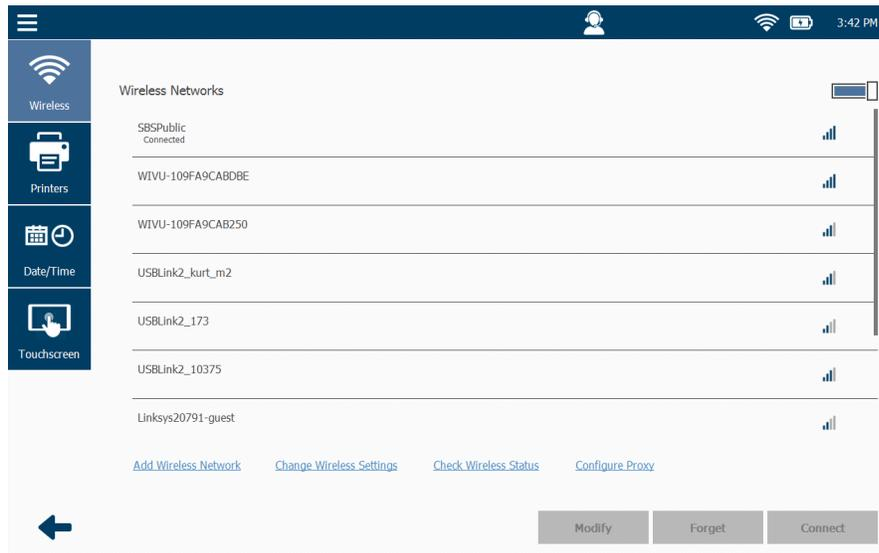

Figure 6.12 Menu Settings (configuration)
- 1 Sélectionnez **Printers** (imprimantes) dans le menu Settings (configuration) (Figure 6.12).